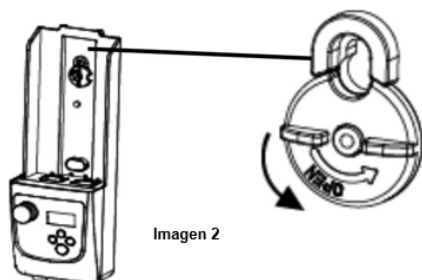

Imagen 2
2. Gire la cerradura en la dirección de apertura. Fije a la caja de control en el marco y tenga los tornillos superiores, bloqueado (Imagen 2).
Instalación: coloque la batería en su lugar (imagen 2) y presione el interruptor en la dirección de la imagen C. Asegúrese de que la batería no se separará sin presionar el interruptor.